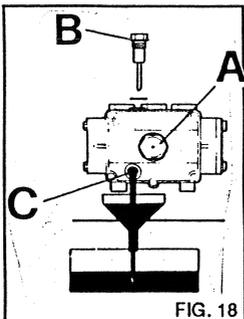

FIG. 18
Contrôler périodiquement le niveau de l'huile dans la pompe à haute pression par le témoin visuel (fig. 18 A) ou la tige de contrôle niveau (fig. 18 B).
1) Dévisser le capuchon de la vidange situé sous la pompe (fig. 18 C).